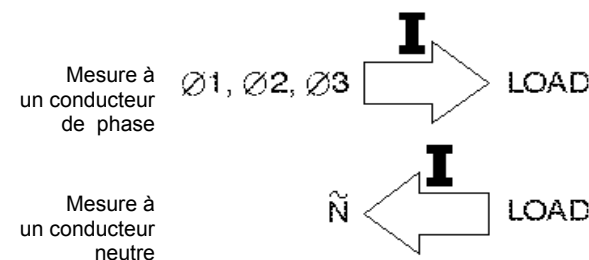

Figure 4. Orientation de la pince de courant
5. Faites pointer la flèche marquée sur la mâchoire de la pince vers la charge pour les mesures de phase et vers le côté opposé à la charge (côté source) pour les mesures de neutre. (Voir figure 4.)